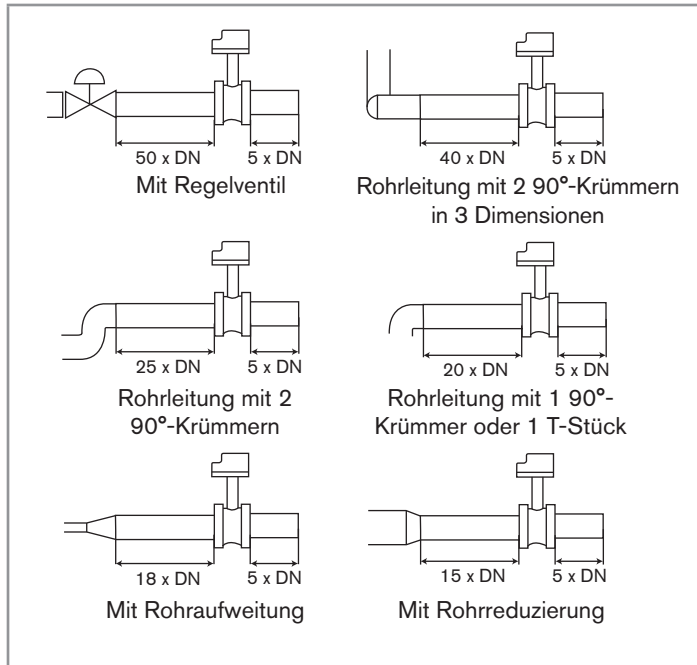

Bild 2: Mindestein- und -auslaufstrecken je nach Aufbau der Rohrleitungen.
- Das Gerät so in die Rohrleitung montieren, dass die Mindesteinlauf- und -auslaufstrecken eingehalten werden, wie in Bild 2 und Norm EN ISO 5167-1 dargestellt.